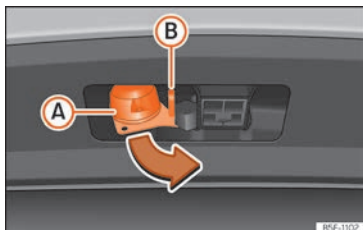

Abb. 263 13-polige Steckverbindung drehen
- Halten Sie die 13-polige Steckverbindung im Bereich (A) und ziehen Sie sie in Pfeilrichtung heraus »» Abb. 263.
- Halten Sie die 13-polige Steckverbindung im Bereich (A) und stecken Sie sie entgegen der Pfeilrichtung ein »» Abb. 263.
Die Sicherheitsöse (B) »» Abb. 263 dient dem Einhängen des Halteseils des Anhängers.